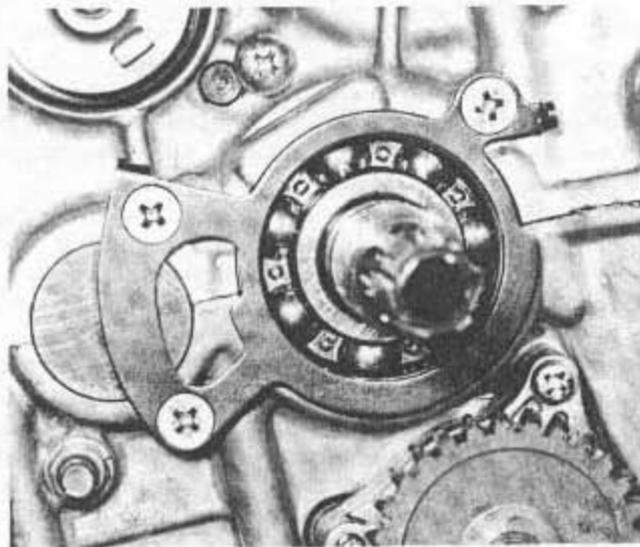

Bild 106
- Feststellplatte des Getriebehauptwellenlagers ins Primärtriebsgehäuse einbauen. Die drei Senkkopfschrauben werden mit Sicherungsflüssigkeit bestrichen, eingedreht und festgezogen (Bild 106).